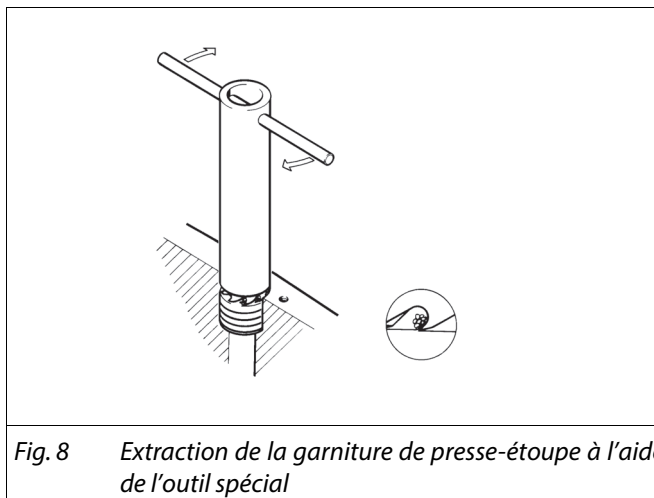

Fig. 8 Extraction de la garniture de presse-étoupe à l'aide de l'outil spécial
- ☐ Enlever le fouloir (9)
- ☐ Dégager les vieilles garnitures (69). Cf. Figure 8.